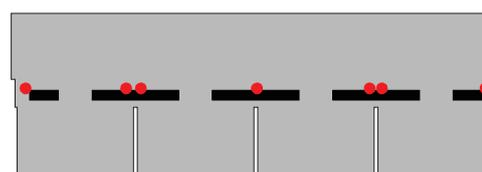

Fig. 6 – Chiodatura per pendenze superiori ai 60° Covergen Classic
N.B.: Per pendenze oltre il 160% (60 gradi) applicare **n° 7** chiodi per tegola bituminosa raddoppiando il secondo ed il quarto chiodo da sinistra come da **Fig. 6**.